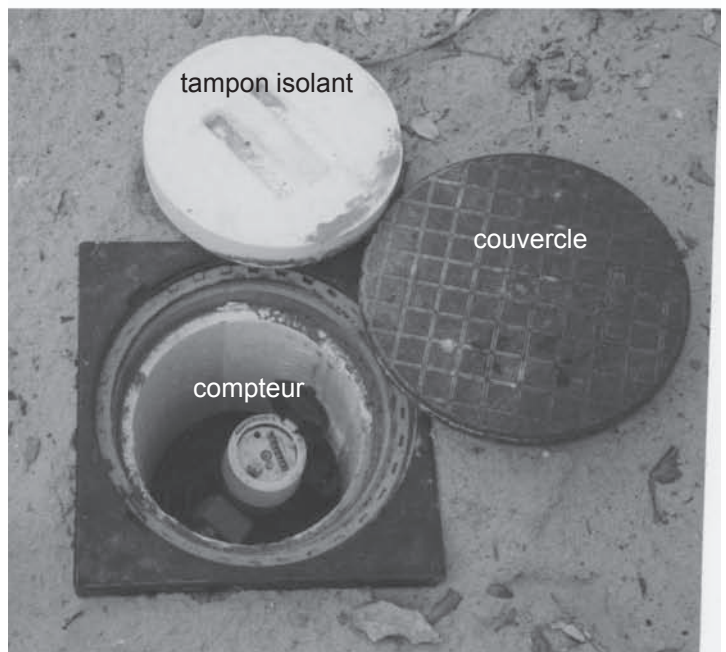

Fig. 2 : Coffret cylindrique isolé
- cylindre en PVC bien isolé avec diamètre 30 cm (fig. 2).